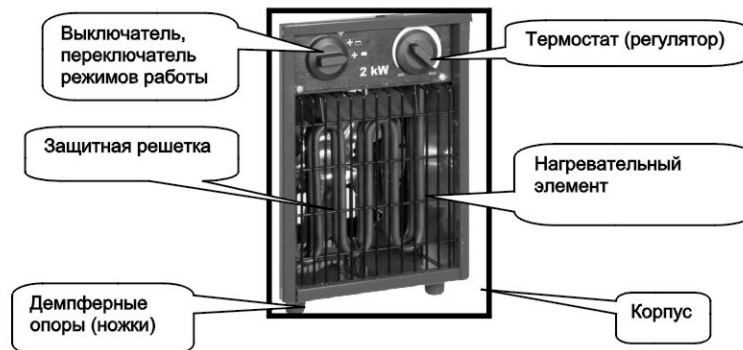

Рис.1.
2.1. Электрические нагреватели (рис.1,2) являются обогревателями прямого нагрева. Конструкция состоит из электрических нагревателей с последовательным или параллельным соединением нагревательных элементов и вентилятора, который создает поток, проходящий через нагревательные пластины для обогрева помещения.